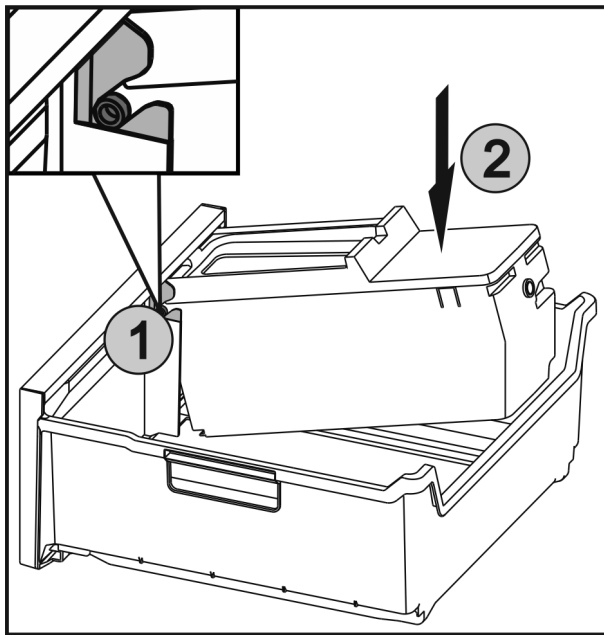

Fig. 62
- ▶ Вставити осі Fig. 62 (1) на EasyTwist-Ice у напрямні та натискати на задню сторону Fig. 62 (2) до фіксації накладки.